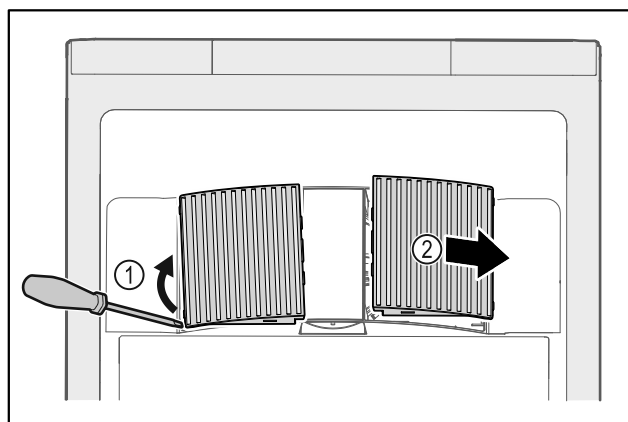

Fig. 237
- Extraire par un mouvement de levier les caches latéraux Fig. 237 (1) vers l'avant Fig. 237 (2).